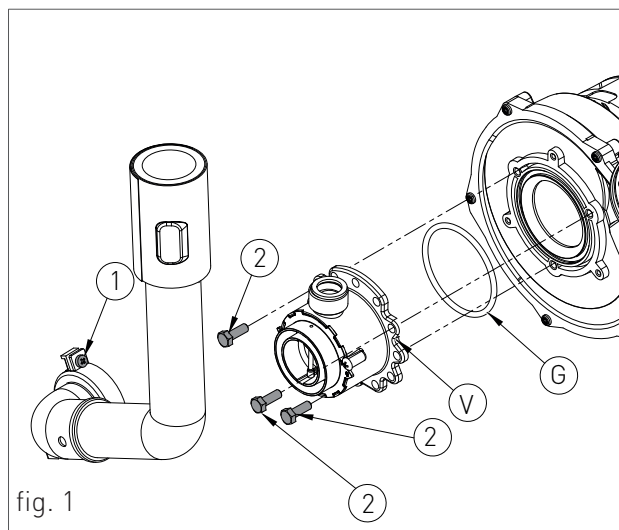

fig. 1
- › Deșurubați cele două șuruburi „1” (fig.1) de pe bucușă de fixare și îndepărtați tubul de aspirație a aerului;
- › Deșurubați cele trei șuruburi de fixare „2” (fig.1) ale venturii „V” (fig.1) cu ajutorul unei chei de 10, așa cum se arată în figura 2;
- › Remontați componentele în urma operațiunilor de demontare în sens invers, asigurați-vă că garnitura „G” este reasamblată, așa cum se arată în fig.1;